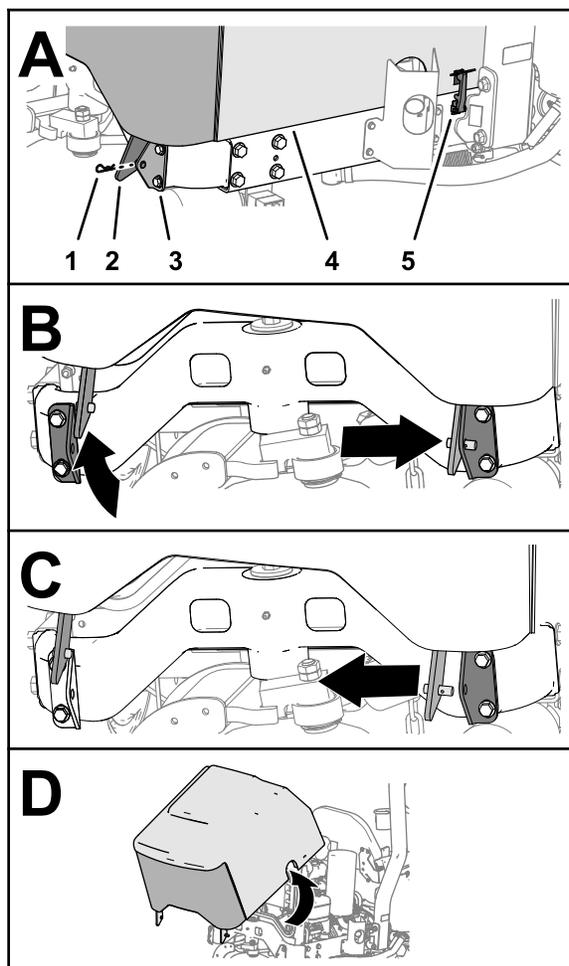

Figure 1
1. Fermez le capot mais ne le verrouillez-pas (Figure 1).
2. Retirez la goupille fendue de l'axe du support de pivot de capot droit (Figure 1).
3. Déplacez le capot vers la droite, par rapport au support de capot gauche, et soulevez le support de pivot de capot gauche (Figure 1).
4. Déplacez le capot vers la gauche, par rapport au support de capot droit, et soulevez le support de pivot de capot droit (Figure 1).
5. Déposez le capot de la machine (Figure 1).